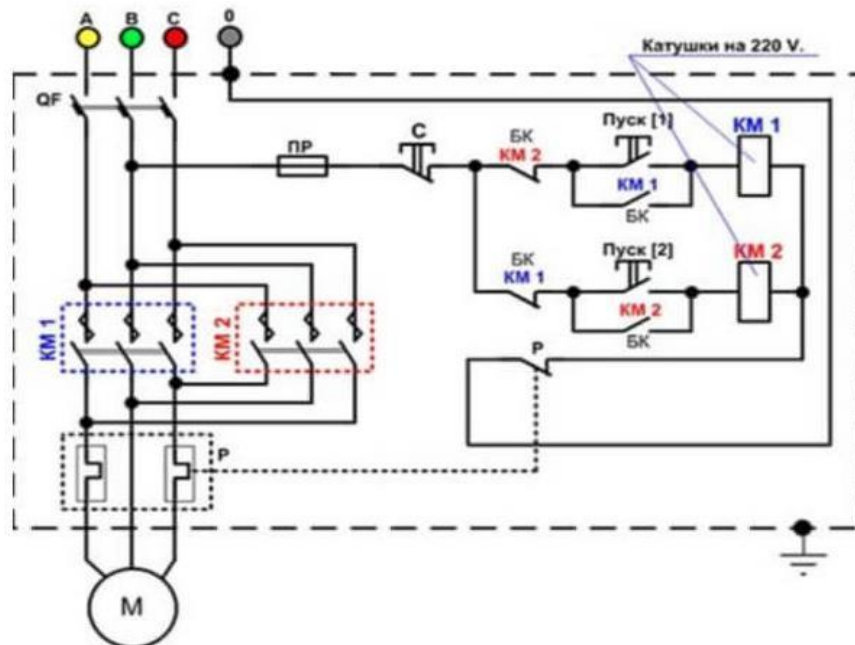

Рисунок 2.3 – Реверсивна схема підключення магнітного пускача
1. Проаналізувати реверсивну схему підключення магнітного пускача (Рис. 2.3) та пояснити принцип роботи схеми;
2. Зібрати на стенді схеми підключення магнітного пускача (Рис. 2.2 і Рис. 2.3);